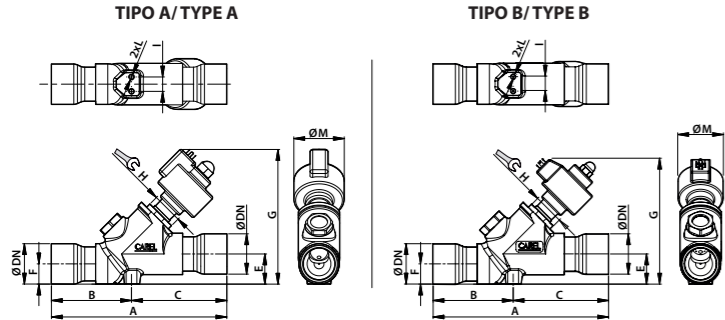

Fig. 4
5. Tighten the steel cartridge to the special threaded socket in the valve body using fork spanner (for the size see Fig. 4), making sure the O-ring is fitted to ensure hermetic tightness. Tighten the cartridge by pressing the ring against the valve body with a recommended torque of 30-35 Nm for E⁵V and E⁶V or 35-40 Nm for E⁷V (Fig. 2.3). Warning! If the threaded rod comes completely out of the cartridge, proceed as follows:
- Visser la cartouche en acier au corps du détendeur dans son emplacement fileté spécial avec une clé à fourche (pour la dimension, voir Fig. 4) en vérifiant l'insertion correcte du joint «O-ring», qui garantit son étanchéité. Serrer la cartouche en situant la bague en butée sur le corps vanne avec un couple de serrage conseillé de 30-35 Nm. Serrer l'EV et EV ou de 35-40 pour EV (Fig. 2.3).
- Den Stahleinsatz in der speziellen Gewindeausparung des Ventilkörpers mit einem Gabelschlüssel (für die Größe siehe Fig. 4) verschrauben; überprüfen, dass der O-Ring, der die hermetische Dichtigkeit garantiert, befestigt ist. Den Einsatz am Ventilkörper mit einem Drehmoment von 30-35 Nm für EV und EV oder 35-40 für EV festschrauben (Fig. 2.3).